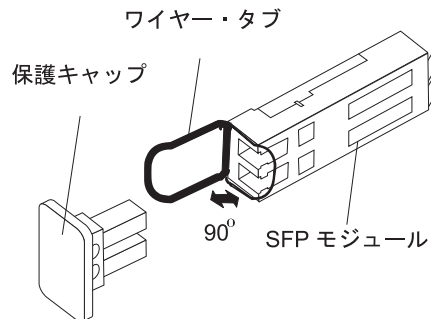

図 26. SFP モジュールのホスト・ポートへの取り付け
4. 所定の位置に確実に収まるまで、SFP モジュールをホスト・ポートに挿入します。図 26 を参照してください。